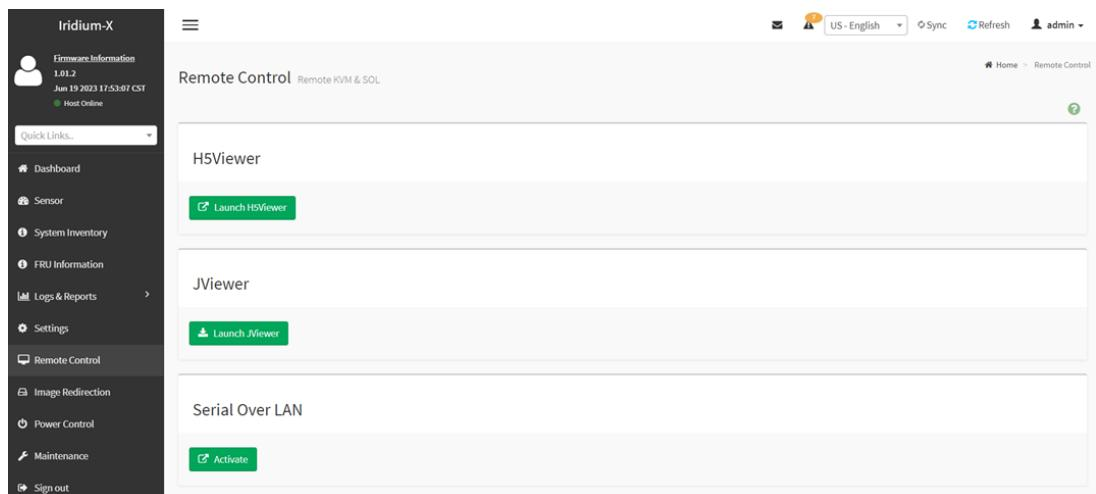

Рисунок 41 - Раздел «Remote Control»
6) Раздел «*Remote Control*» содержит вкладки с вариантами подключения к удаленному экрану по KVM или SOL (см. Рисунок 41).